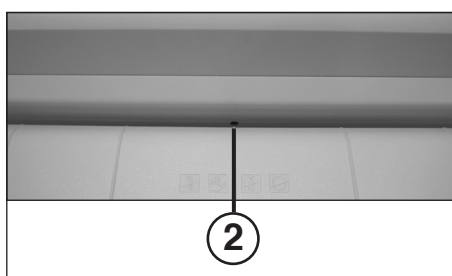

Fig. 2
- 2 = Barrera luminosa (avance) (fig. 2)**